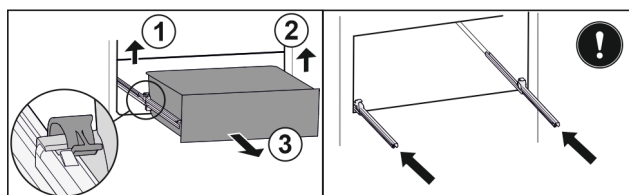

Fig. 39*
- ▶ Nadvihnite ľavú svorku a súčasne ťahajte zásuvku vľavo dopredu Fig. 39 (1).*
- ▶ Nadvihnite pravú svorku a súčasne ťahajte zásuvku vpravo dopredu Fig. 39 (2).*
- ▶ Odoberte zásuvku dopredu Fig. 39 (3).*